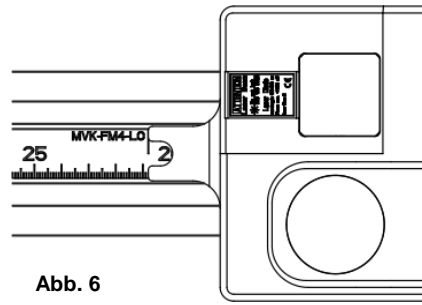

Abb. 6
- FM4-LO auf der Messschiene bis an die MVK-Markierung (MVK-FM4-LO) verschieben (Abb. 6).